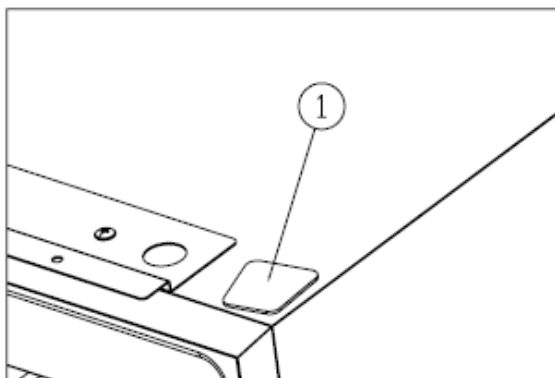

Figure 4
- Installez le cache de l'autre côté ①. [Figure 4]